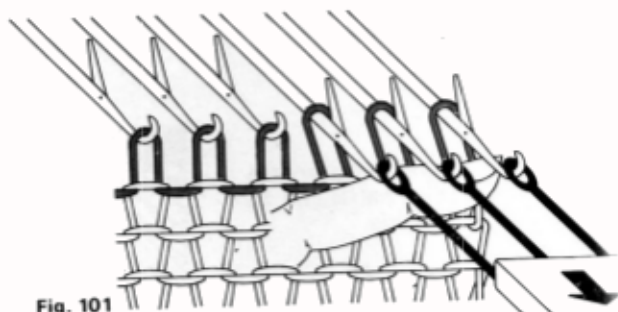

Fig. 101
- Maintenir avec la main gauche le tricot contre la fonture. Recueillir sur le poinçon 3 branches, les 3 mailles du bord (fig. 101 et 102),